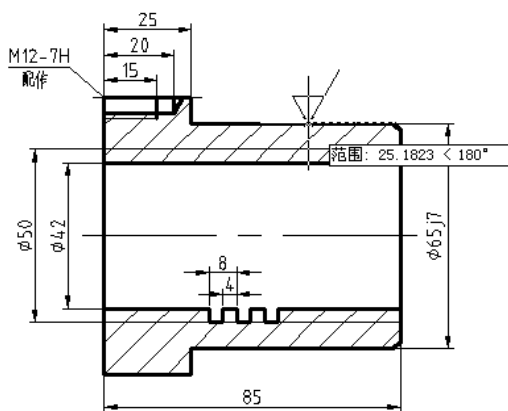
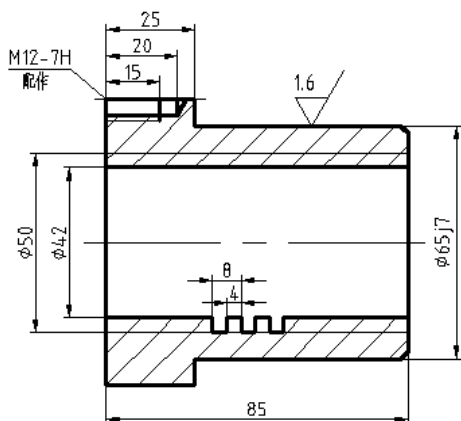

图 8-97 指定放置点
图 8-98 标注的表面粗糙度
- 移动光标, 在如图 8-97 所示的轮廓线上指定一点, 此时命令行出现“请输入表面粗糙度参数值”的提示信息, 输入“1.6”, 按〈Enter〉键, 则得到该表面粗糙度标注结果, 如图 8-98 所示。